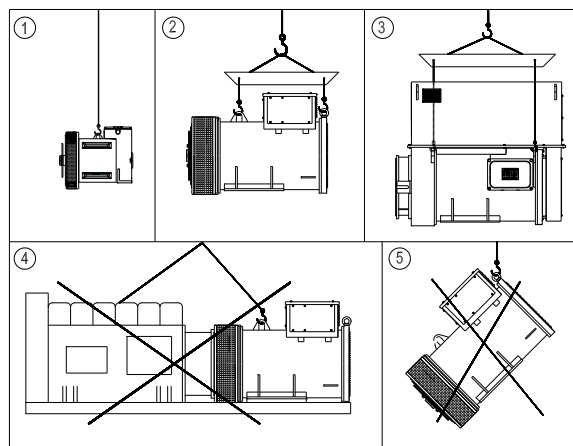

Figura 3.1: Movimentazione dell'alternatore
- Le posizioni 1, 2 e 3 della Figura 3.1 rappresentano il corretto modo di movimentare gli alternatori, mentre le posizioni 4 e 5 rappresentano i modi errati;